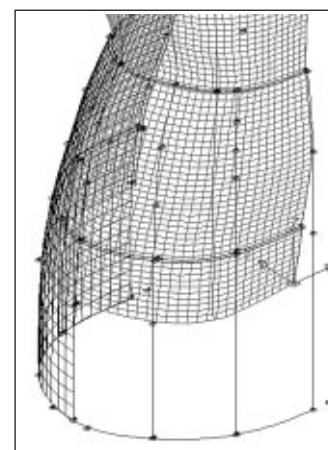

Рис. 5
**Шаг 4.** Аналогичным образом строим опорные линии передней половины. От самой выпуклой точки живота линию строим отвесно вниз. На Рис. 5 показаны опорные линии передней половины юбки.